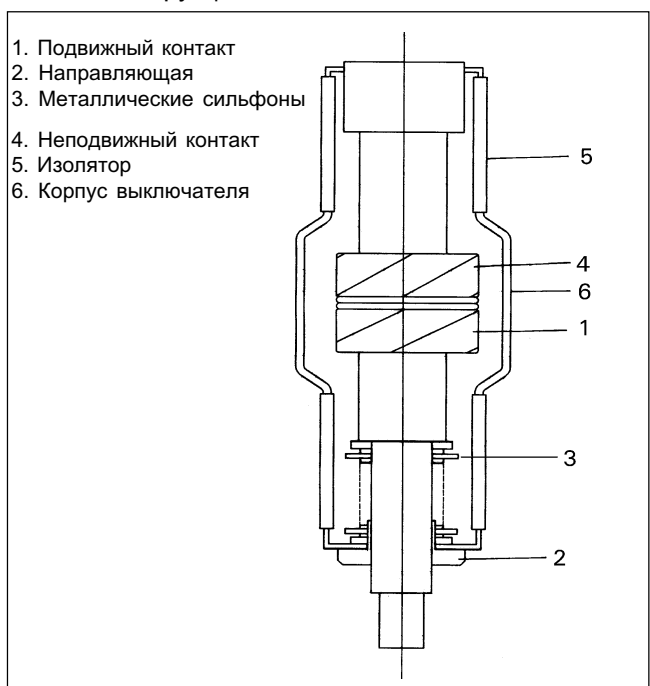

Рис. 9. Разрез вакуумного лампового переключателя
3.2 Вакуумный ламповый переключатель (Рис. 9)